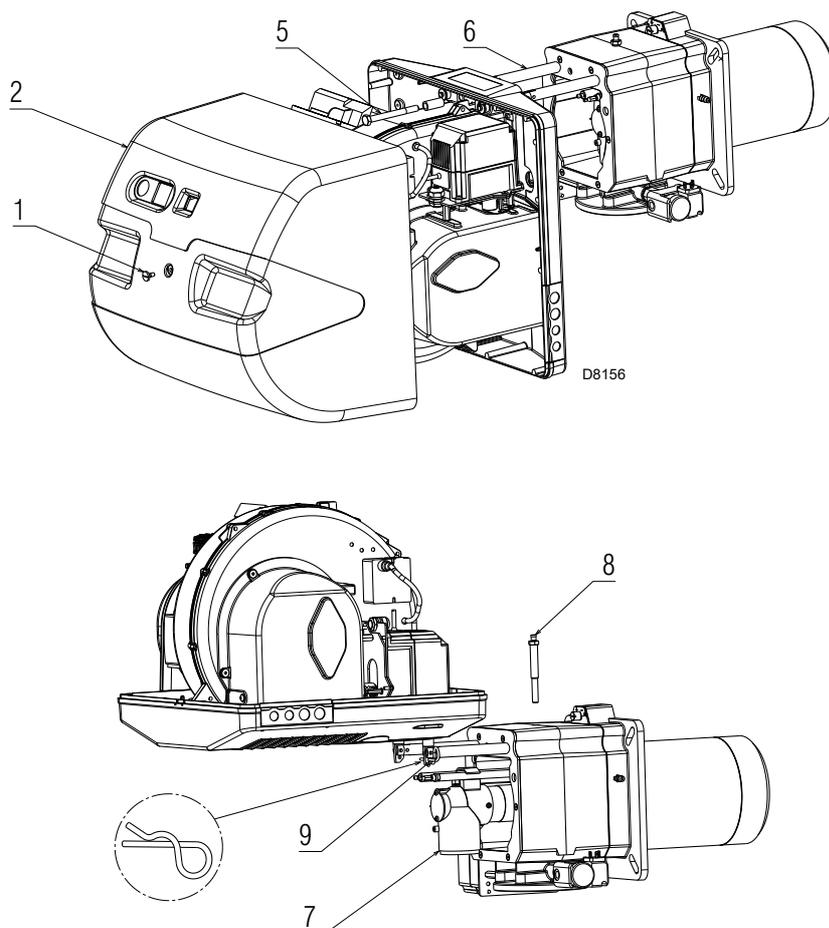

Abb. 41
Prüfen Sie, dass die Gasaustrittsöffnungen für die Zündphase im Verteiler des Flammkopfes von Verschmutzungen oder Rostablagerungen frei sind. Im Zweifelsfalle die Krümmung (Abb. 41 auf Seite 52) ausbauen.
- Die Schrauben 1)(Abb. 41) lockern und die Haube 2) abnehmen.
- Die Schraube 5)(Abb. 41) und den Splint 9) entfernen und den Brenner auf den Führungen 3) um etwa 100 mm zurückschieben.
- Ihn wie in der Abb. 41 drehen und in die Bohrung einer der beiden Führungen den Splint 9) einfügen, so dass der Brenner in dieser Position bleibt.
- Den Splint 9)(Abb. 41) entfernen und den Brenner bis auf etwa 100 mm von der Muffe wegschieben.
- Die Schraube 5)(Abb. 41) und den Splint 9) wieder einsetzen und die Sonden- und Elektrodenkabel vorsichtig nach außen ziehen, bis sie leicht gespannt sind.